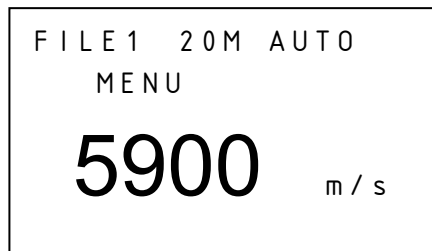

图 19
a. 按 **MODE** 键移动光标至菜单, 如图 19:
- 按 **MODE** 键移动光标至 MENU 菜单，如图 19。
- a. 按 **MODE** 键移动光标至 MENU 菜单，如图 19。